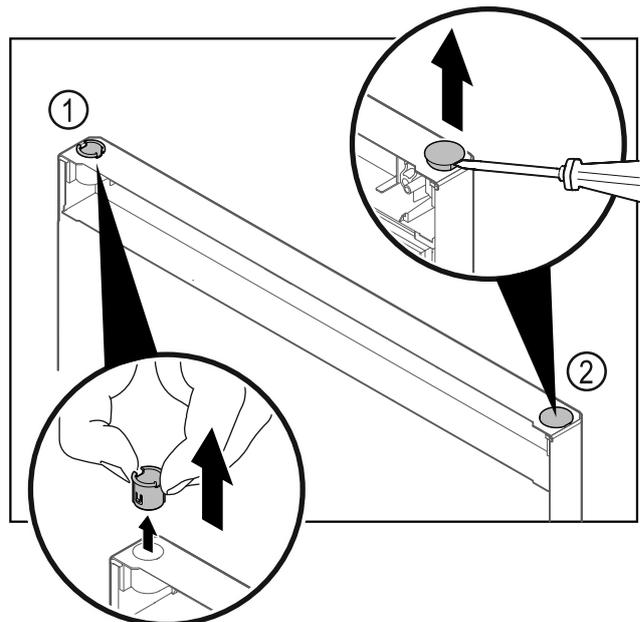

Fig. 27 Kühlteiltür
- ▶ Scharnierbuchse Fig. 27 (1) mit den Fingern herausziehen.
- ▶ Abdeckstopfen Fig. 27 (2) vorsichtig mit einem Schlitzschraubendreher anheben und herausziehen.